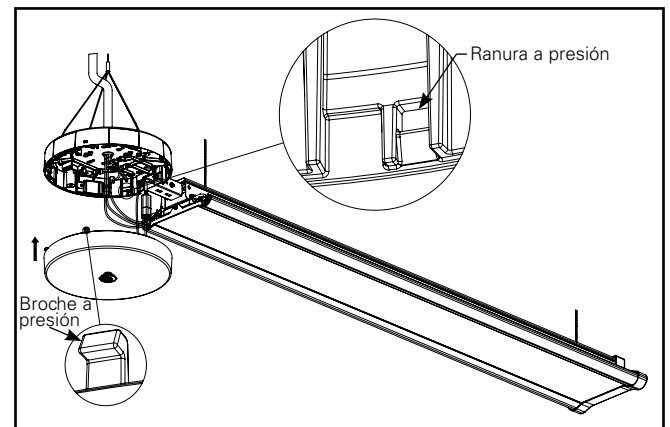

Figura 11.1
- Ubique cuatro broches a presión de la cubierta inferior del cubo en la cubierta superior (Figura 11.1).